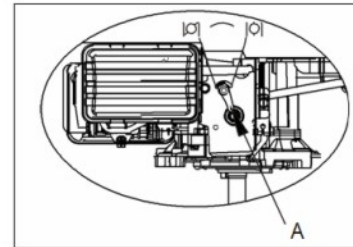

Fig. 2B A. Control del acelerador
b) Mueva el control del acelerador a la posición del estrangulador  (Fig. 2B).